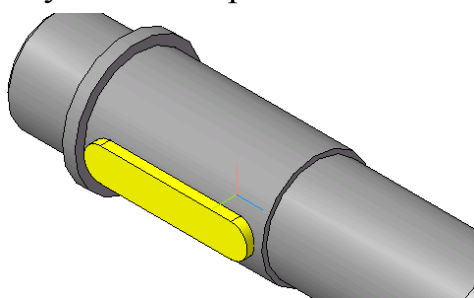

Рис. 4
12. Отожмите кнопку **Редактировать на месте** . Результат построения шпонки показан на рис. 4.